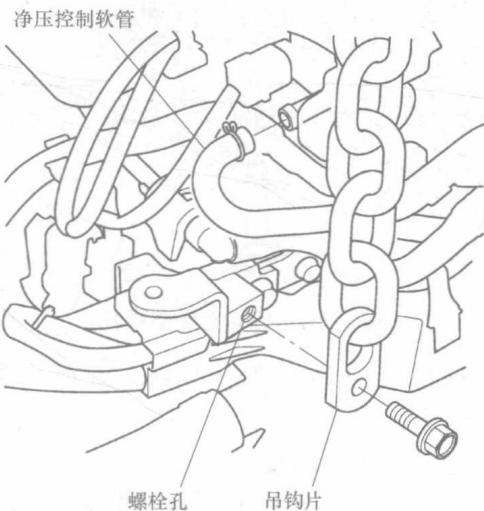

图 2-8 安装吊钩片
14) 如图 2-8 所示, 拆下净化控制软管, 用  $8 \times 1.25\text{mm}$  的螺栓将吊钩片安装至空气滤清器壳体安装托架的螺栓孔处。